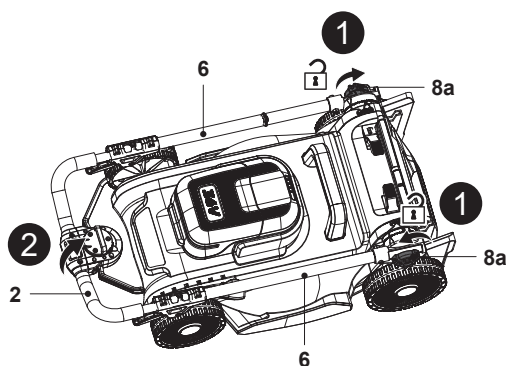

Fig. 1
2. Desserrer les deux boutons de serrage (8a) dans le sens antihoraire sur les guidons inférieurs (6), sans les retirer (Fig. 1, étape 1).
3. Tenir le guidon (2) d'une main et déplier l'ensemble de guidon (4, 6) (Fig. 1, étape 2).